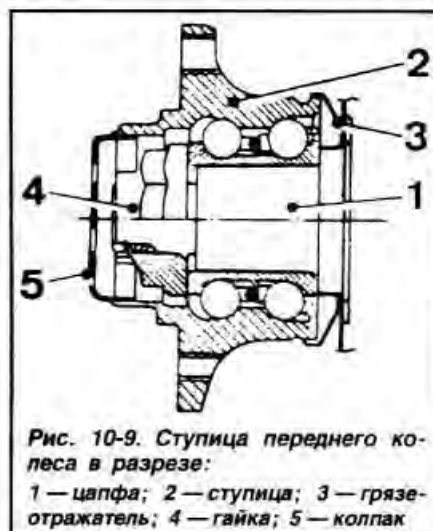

Рис. 10-9. Ступица переднего колеса в разрезе:
- Снять колпак гайки ступицы, расконтрить и отвернуть гайку ступицы (рис. 10-9).